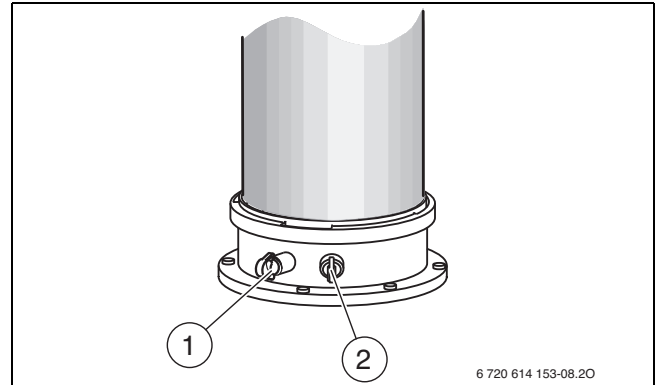

Bild 48 Abgassmessstutzen und Verbrennungsluft-Messstutzen
- ▶ Stopfen am Abgassmessstutzen [1] entfernen (→ Bild 48).